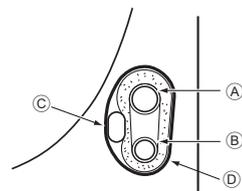

Abb. 4-4
4.3.1. Verstauen im Rohrleitungsraum der Anlage (Abb. 4-4)